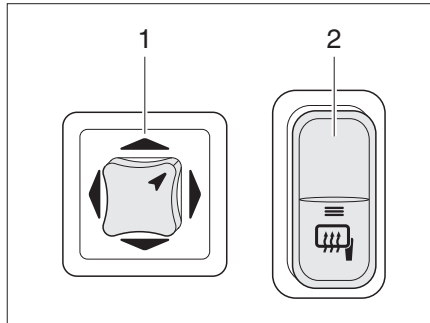

Bild 23 Reglage för elmanövrerade ytterspeglar och spegelvärme
- Bestäm vilken spegel som ska ställas in. Vrid för detta vridströmställaren (Bild 23,1) åt vänster eller höger.
- Ställ in spegeln genom att trycka knappen (Bild 23,1) i motsvarande riktning.
- Tryck på brytaren (Bild 23,2). Kontrolllampan på brytaren lyser orange och visar att funktionen aktiverats.